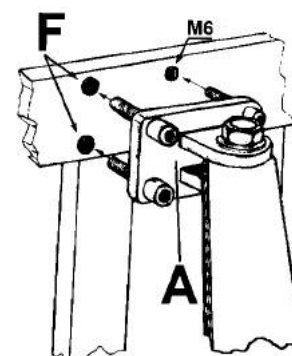

рис. 16
- Предварительно закрепите (шпильками) крепеж «А» (рис. 16) к створке и вручную откройте створку. Убедитесь, что ручка двигателя никуда не давит по всей длине хода.
- Затяните крепления «А» на створке (рис. 16) в 4-х отверстиях «F» в выбранном направлении.